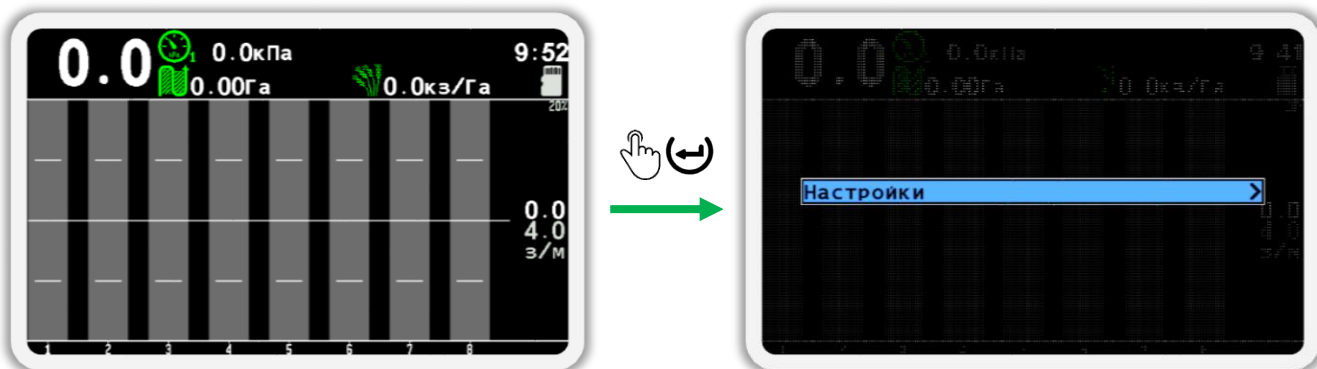

Рисунок 29
1. На главном экране нажмите кнопку  «Меню». В результате на экране будет показано меню главного экрана с единственным пунктом -  «Настройки» (см. Рисунок 29).